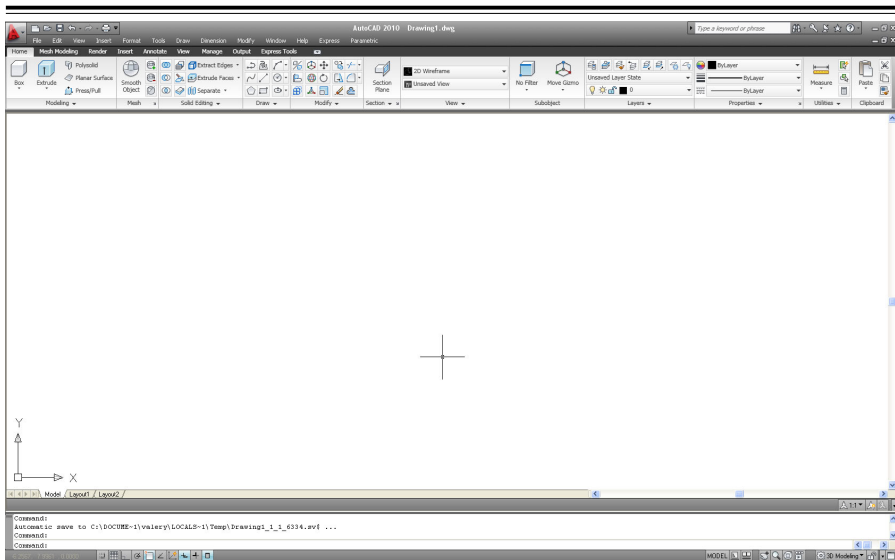

Рис. 3.5
- 3D Modeling – тривимірне моделювання (робочий простір для нього показаний на рис. 3.5);